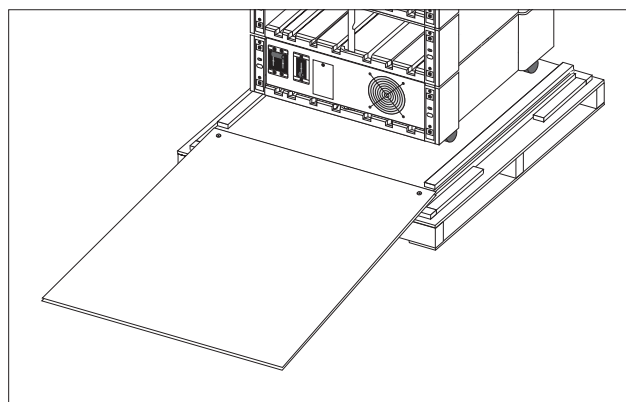

Рис. 3-3. Поддон шкафа
3. Установите наклонную плоскость - Разместите наклонную плоскость так, чтобы установочные болты находились на одной линии с отверстиями для болтов наклонной плоскости в поддоне. Установите наклонную плоскость на поддон, как показано на рис. 3-3.